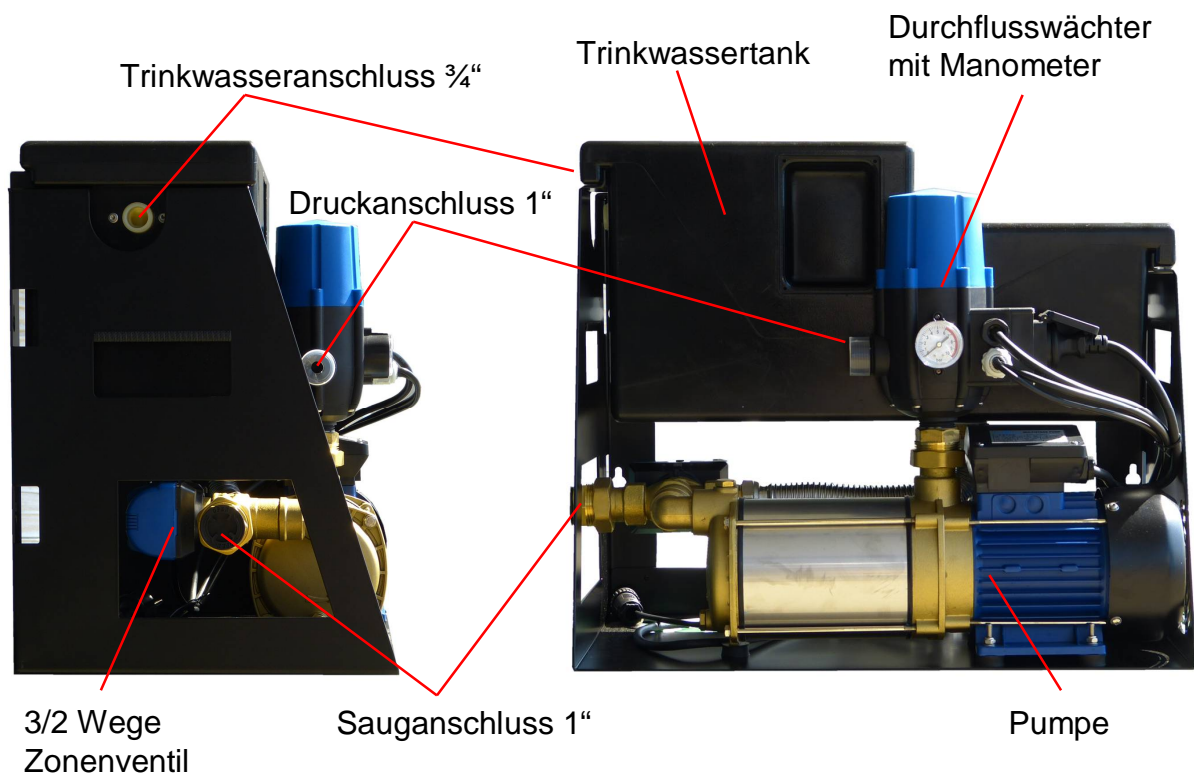

Abb.01
1. die Trinkwasserzuleitung mit dem ¾" Außengewinde des Schwimmerventils, welches an der linken Seite austritt, verbinden (siehe Abb. 01).
- Saugleitung dicht und spannungsfrei mit dem 1" Innenengewinde des 3/2-Wege Ventils (siehe Abb. 01) verbinden.
1. die Druckleitung zu den Verbrauchern über die mitgelieferte zweiteilige Verschraubung 1" mit dem in Abbildung 01 gezeigten 1" Anschluss verbinden.